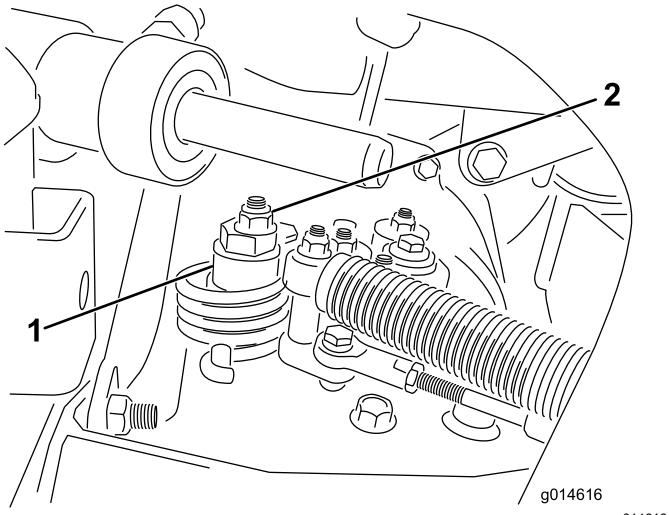

Bild 51
- A. Lösen Sie die Mutter, mit der der Exzenter oben am Hydrostat befestigt ist (**Bild 51**).
nicht mehr dreht, um den Exzenter und die Einstellung zu arretieren (**Bild 51**). Überprüfen Sie die Einstellung mit dem Gasbedienungshebel auf „Langsam“ und auf „Schnell“.